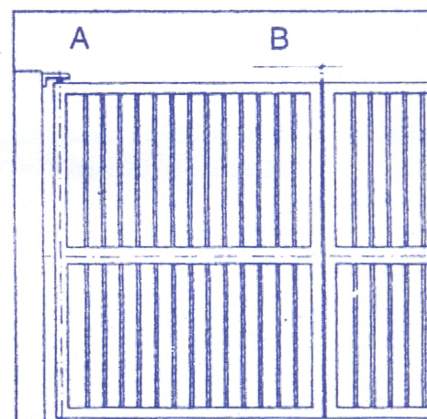

Fig. 1
- Contrôler l'état des charnières et des pivots,qu'ils ne présentent pas de forts coincements et qu'ils pivotent aisément avec un jeu minimal normal (A) (fig.1)
- Contrôler que les vantaux une fois fermés soient parfaitement parallèles; (B) (fig.1)
- Contrôler que les vantaux une fois ouverts ne se referment pas, sinon cela indiquerait qu'ils ne sont pas alignés dans leurs axes,défaut d'aplomb; (fig.1)